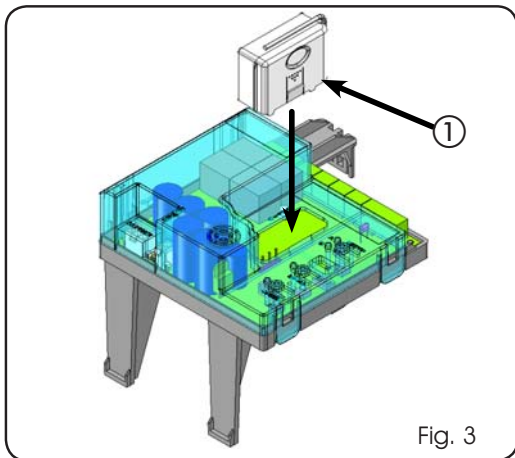

Fig. 3
El equipo electrónico está provisto de un sistema de descodificación (DS, SLH, LC) bi-canal integrado llamado OMNIDEC. Este sistema permite memorizar, mediante un módulo receptor adicional (Fig. 3 ref. ①) y radiomandos de la misma frecuencia, tanto la apertura total (OPEN A) como la apertura parcial (OPEN B) de la automatón.